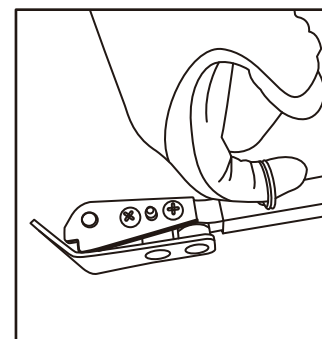

Fig. 5
B. Cuando tire hacia arriba o desde arriba, tire del pasador delantero de la extensión frontal (6), gírelo 180 grados e insérte-lo nuevamente en el brazo base (5) y vuelva a instalar el pasador (Fig. 5 y 6). Envuelva la cuerda debajo de la parte inferior del cabrestante (1) y enrolle la cuerda en sentido contrario a las agujas del reloj. Asegúrese de que la broca de 18 voltios esté en posición ADELANTE y aumente como la mayoría de los extractores de alambre convencionales.